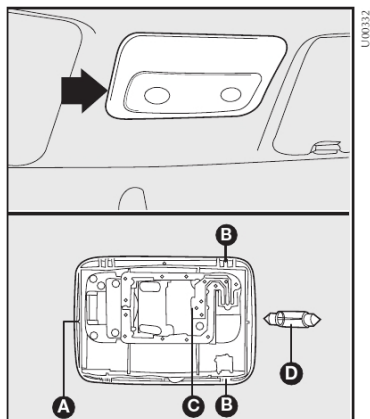

fig. 23
CONJUNTO DA LUZ INTERNA - fig. 23
- com uma chave de fenda no ponto indicado pela seta - **fig. 23**, remover o conjunto da luz interna montada a pressão pelas travas **B**.